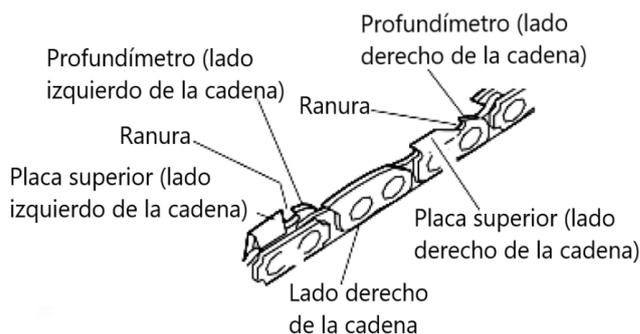

Figura 13
4. Sujete la guía de la lima a nivel. Asegúrese de que la marca de 30° de la guía de la lima esté paralela al centro de la barra guía (**ver la figura 13**). Esto asegurará que lima los cortadores en un ángulo de 30°.
5. Lime desde el interior hacia el exterior de la cuchilla hasta que esté afilada. Limar sólo en esta dirección (**ver figura 13**). (Nota: Dos o tres pasadas con la lima deberían afilar el cortador).